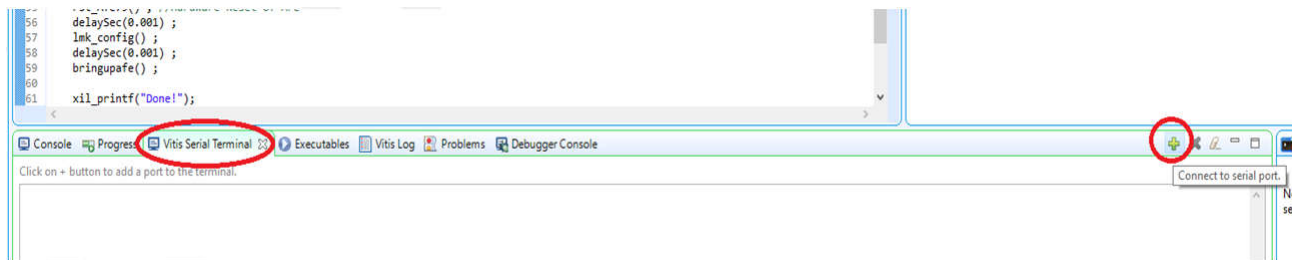

图 15-2. Vitis 串行终端
- 以波特率 115200 连接 Vitis 串行终端 (请参阅图 15-2) (这可用于查看 SPI 写入或读取状态)。